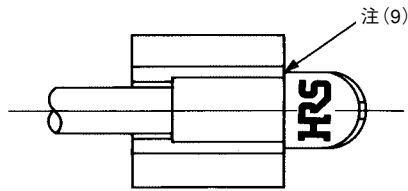

図6
- (1) 図6のように圧着治具の穴にコネクタの嵌合部を挿入する。